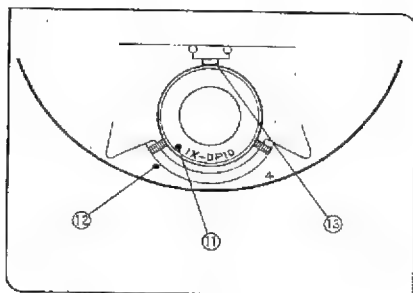

図 27
2) 微分干渉用プリズムの位置決め指標⑪をターレット穴の位置決め指標⑫に合わせて、微分干渉用プリズムの位置決めピンが確実にピン穴に入るよう、ターレット穴の底に突当るまで挿入します。ターレット内側のばね⑬を少し側面で押すように入れてください。(図27)